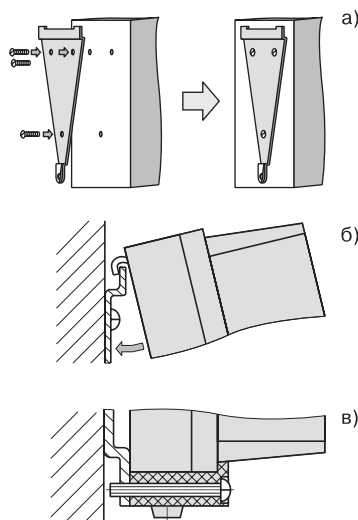

Рис. 12. Установка прибора настенного крепления
1. Закрепите кронштейн тремя винтами М4 на поверхности, предназначенной для установки прибора (см. прил. А и рис. 12, а).
2. Зацепите крепежный уголок на задней стенке прибора за верхнюю кромку кронштейна (рис. 12, б).
3. Прикрепите прибор к кронштейну винтом М4х35 из комплекта поставки (рис. 12, в).